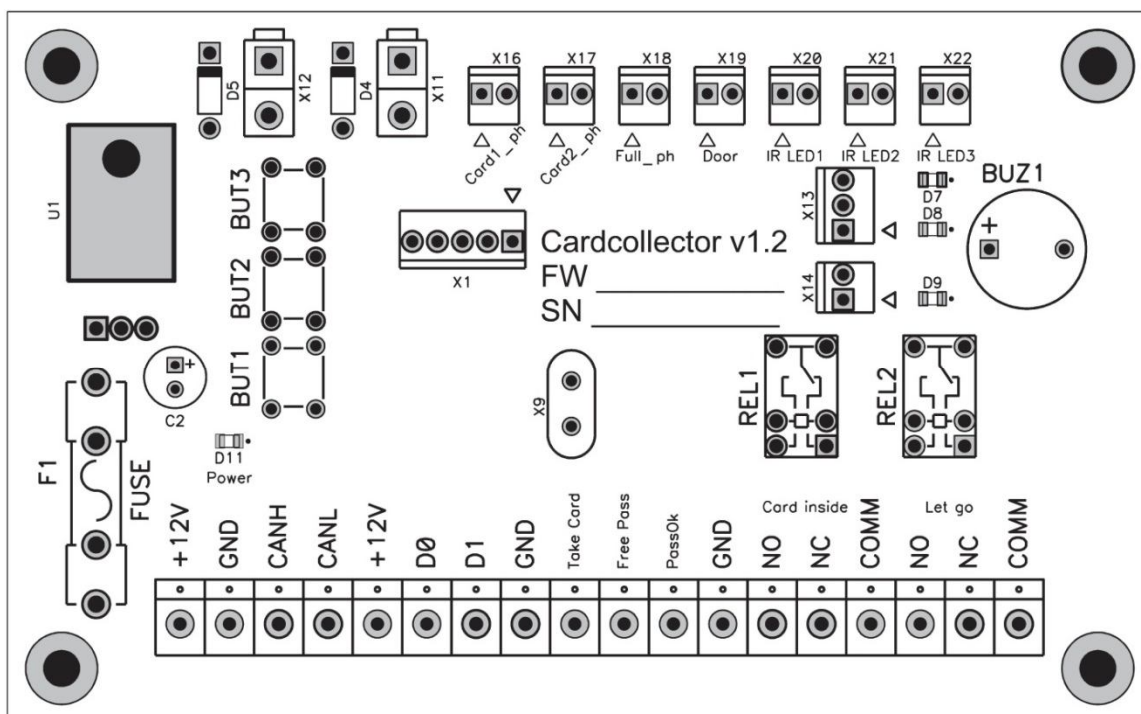

Рис. 6. Внешний вид платы картоприемника
- нажмите и удерживайте кнопку BUT1 на плате картоприемника (рис. 6). При нажатой кнопке шторка картоприемника принудительно открывается и звучит непрерывный звуковой сигнал;